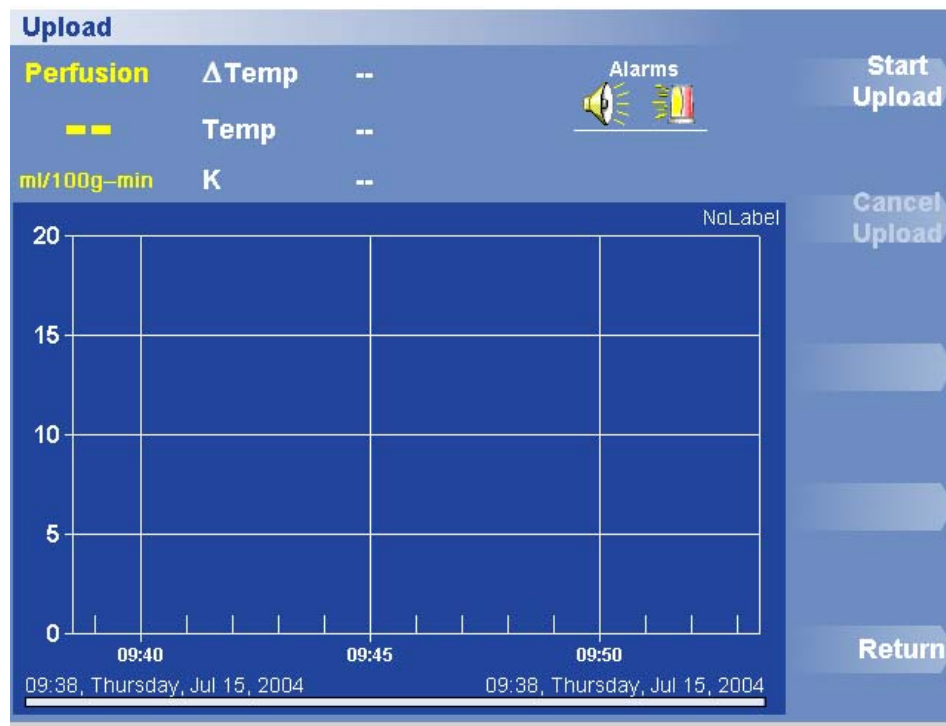

Figure 18. Démarrage du chargement des données enregistrées
4. Cliquez sur Stored Data > Upload Data (Données enregistrées > Charger les données). Le menu Start Upload Stored Data (Démarrer le chargement des données enregistrées) apparaît (figure 18).